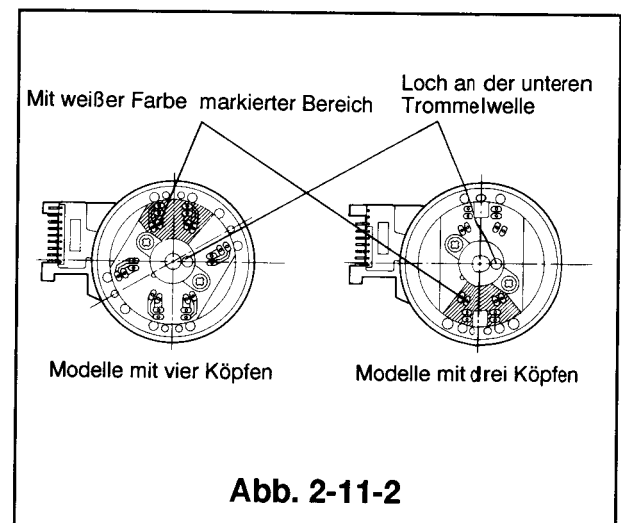

Abb. 2-11-2
- ① Den rotierenden Transformator und den Trommelmotor so anbringen, daß die Anschlüsse von beiden Einheiten in die gleiche Richtung weisen. Diese Teile dann mit den Schrauben (c), (d) und (e) befestigen. Das Rotorgehäuse mit den Schrauben (a) und (b) befestigen.
- ② Die obere Trommel so anbringen, daß sich das Loch an der unteren Trommelwelle in der in Abb.2-11-2 gezeigten Position befindet, dabei darauf achten, daß die Anschlüsse nicht beschädigt werden.
- ③ Die obere Trommel mit den zwei Befestigungsschrauben sichern (die Schrauben wechselweise festziehen).
- ④ Die Anschlüsse von jedem Kopf festlöten.